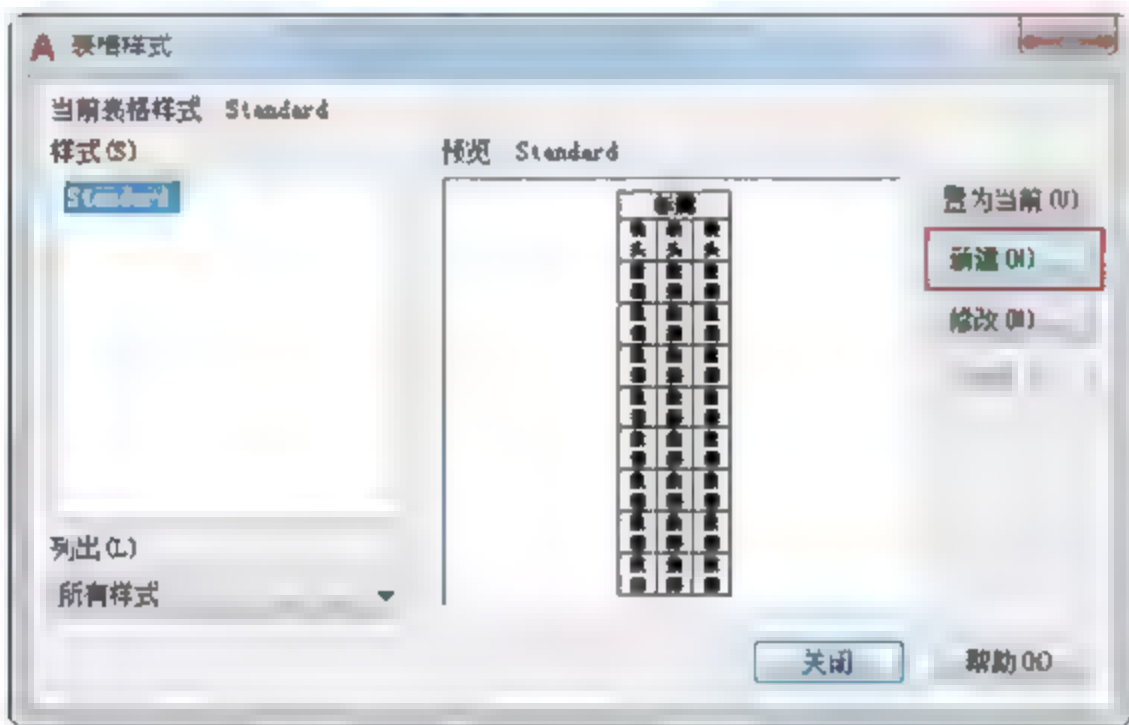

图10-52 【表格样式】对话框
**02** 弹出【表格样式】对话框，单击【新建】按钮，如图10-52所示。